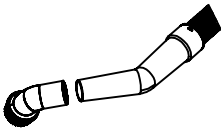

Fig. 11 – Conexão do bocal escova na mangueira
- Para limpeza em estofados ou tecidos, o usuário pode utilizar o bocal com escova (Fig. 11).